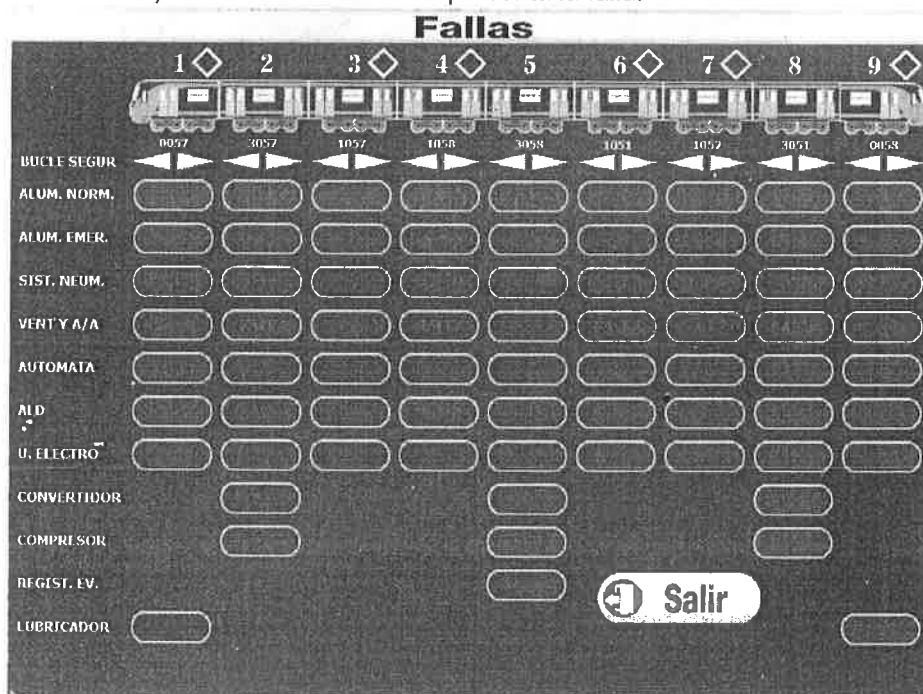

Figura 9. Pantalla de fallas con señalización de falla ventilación pasajeros.
Figura 9. Pantalla de fallas con señalización de falla ventilación pasajeros.	9
- Verificar si en la PC en la cabina que tiene mandos dentro de la pantalla **FALLAS**, la señalización de **falla ventilación** en uno o más carros como la Figura 9.